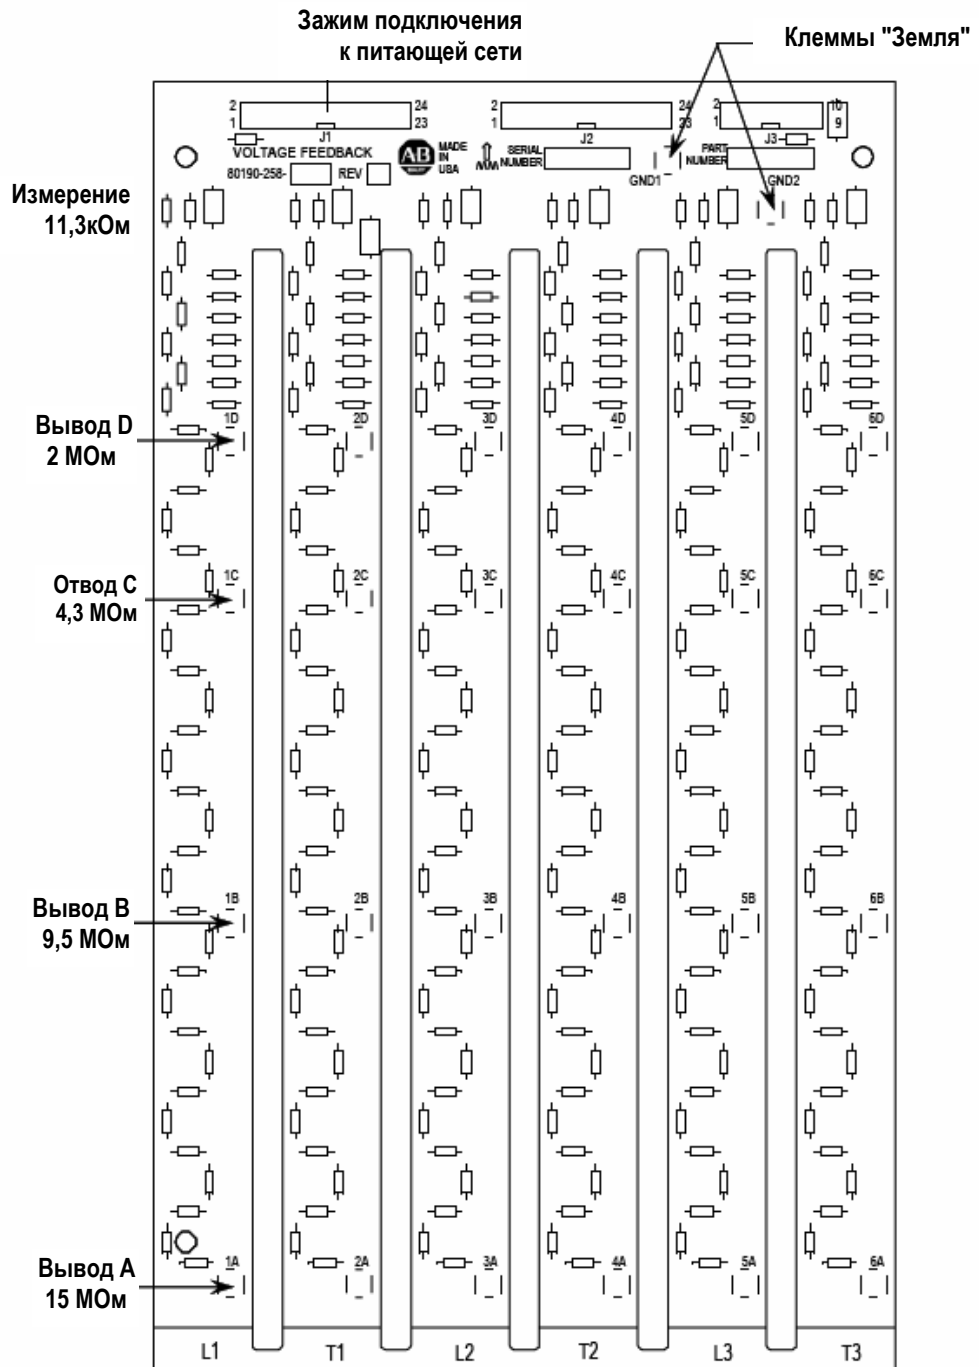

Рис. 9.20 – Плата делителя напряжения
3. Если измеренные значения резисторов и конденсаторов лежат в пределах допуска, проверьте модуль делителя напряжения (обратитесь к рис. 9.20). Отсоедините плоский кабель от разъема J1 платы, для этого нажмите на лапки фиксатора и осторожно извлеките коннектор кабеля. Обратите внимание к какому отводу подсоединены белые высоковольтные провода, затем отключите их (L1, T1, L2, T2, L3, T3). Измерьте сопротивление между каждым из отводов и клеммами заземления и сопоставьте их со значениями, приведенными на рис. 9.20.